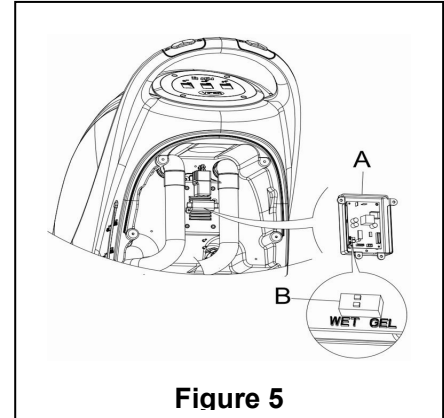

Figure 5
2. Verwijder afvoerslang (15)
4. Verwijder de controle deksel (5) en de schroeven van de batterijklep (10). Verwijder de schroeven op de printplaat stand. De DIP schakelaar (B) voor het instellen van het batterij model kan worden gezien bij het over flippen van de printplaat. (Zie **Figure 5**)
5. Stel de micro DIP schakelaar (B) in op de "NAT" positie,